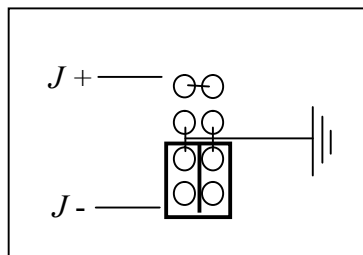

Рис. 5 Заземление минусовой клеммы
12.3 На основной плате возле отрицательной выходной шины найдите разъем заземления – см. рис. 5. По умолчанию, заземление установлено по минусовой клемме источника.